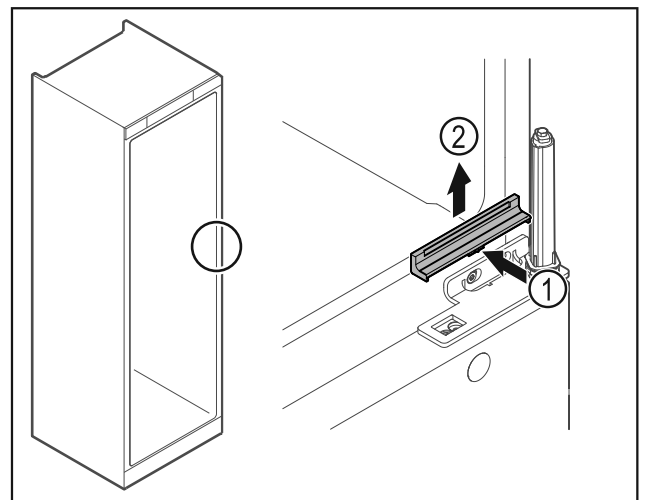

Fig. 31
- Abdeckung Fig. 31 (1) in der Mitte leicht eindrücken und nach oben abnehmen Fig. 31 (2).